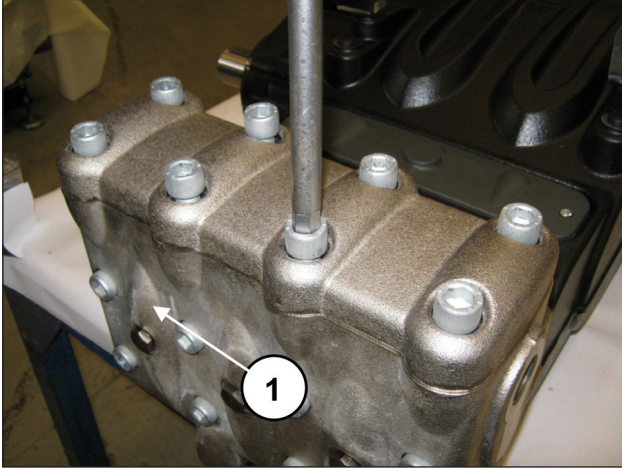
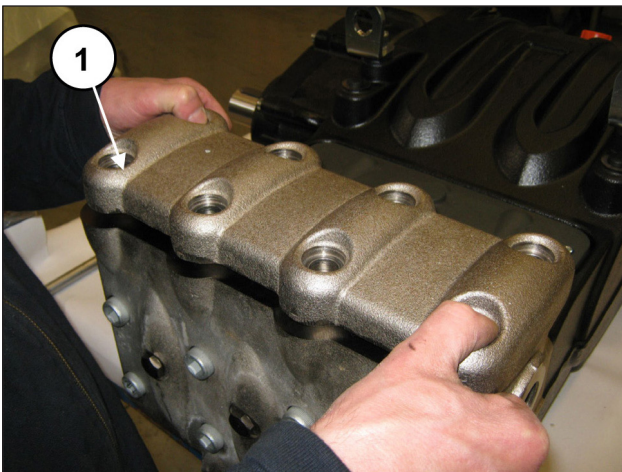

Abb. 94
Abb. 95
Lösen Sie die 8 Schrauben M16x55 des Ventildeckels (Pos. ①, Abb. 94) und nehmen Sie den Deckel ab (Pos. ①, Abb. 95).